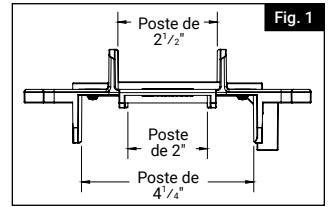

Fig. 1
- La herramienta de instalación para travesaños de aluminio BracketPro™ de Barrette Outdoor Living® puede utilizarse en postes de 2", 2 1/2" y 4 1/4" para instalaciones de barandales de aluminio Avalon® y VersaRail® (Fig. 1).